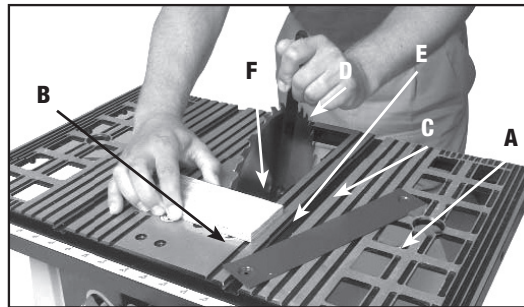

Fig. 38
1. Eleve la hoja de la sierra a la altura máxima y extraiga el inserto para mesa (A), Fig. 38.
2. Coloque una pieza de madera (B), Fig. 38, en forma plana sobre la mesa, contra la hoja de manera que un diente de la hoja pueda "agarrar" la madera y así mantener la hoja sin que se doble. Quite la tuerca del mandril (C) con la llave para cambio de hoja (D). Gire la tuerca (C) en el sentido inverso a las agujas del reloj para extraerla. Quite el flange externo de la hoja (E) y la hoja de la sierra (F).